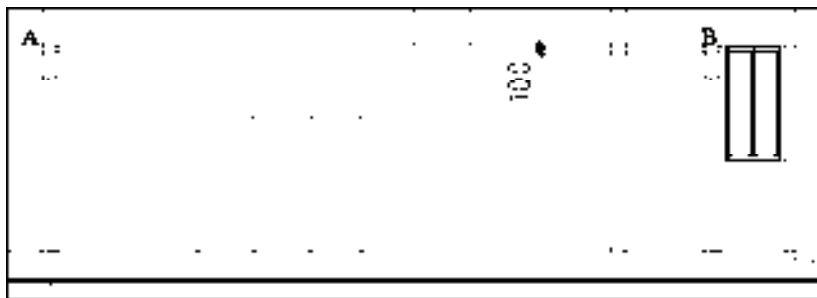

图 13-215 绘制结果
4) 绘制双线楼板。调用“双线楼板”命令，分别指定 A 点和 B 点为楼板的起点和终点；在命令行提示“楼板顶面标高 <4888>”时，按〈Enter〉键；输入楼板的宽度为 100mm，绘制双线楼板的结果如图 13-215 所示。